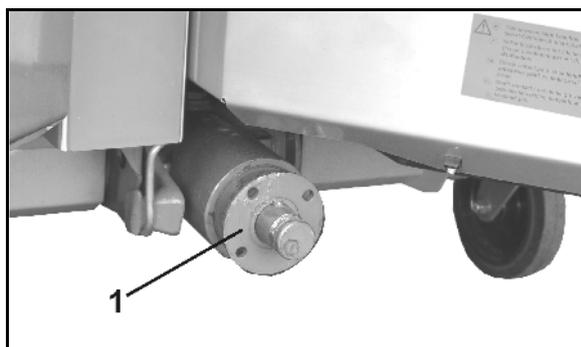

Fig. 37
1. Quitar el casquillo de brida (Fig. 37/1) del árbol de entrada del engranaje con un extractor adecuado.
4. Desenroscar el tornillo de retención (Fig. 37/6).
Comprobar que el muelle de ajuste (Fig. 37/5) quede completamente cubierto.